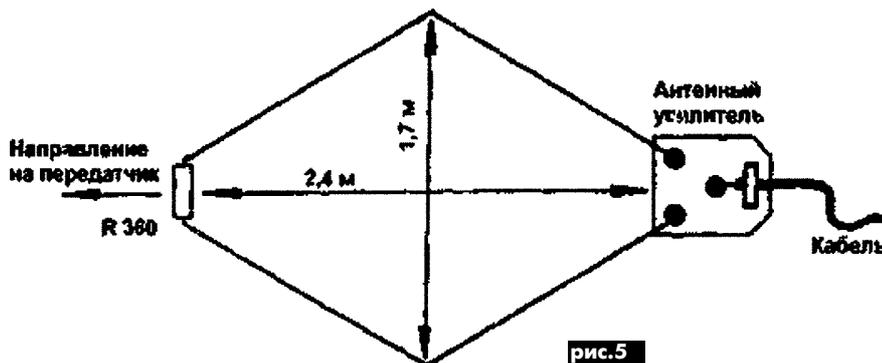

рис.5
**Простую телевизионную антенну** изготовил С. Малофеев, г. Губкин, Белгородской обл. На рис.5 показана схема ромбической антенны. Телевизионная антенна перекрывает все метровые и дециметровые телевизионные каналы. На 1-3 каналах усиление примерно такое же, как у полуволнового диполя, а с ростом частоты усиление растет, и на ДМВ достигает 8...9 дБ.